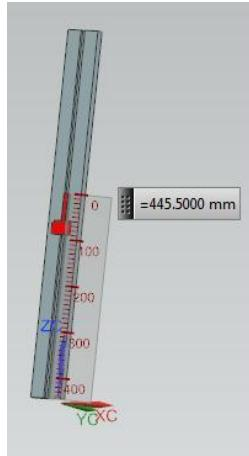

Рис.22
- Это расстояние можно рассчитать, если вы (забегая вперёд) одновременно с анимацией механизма закажите и измерение расстояния между верхней гранью красного тела, и нижней гранью серого основания (рис.22, 23). Сумма расстояний 445.5 мм и 780.3 мм и даст нам итоговое расстояние в 1225.8 мм, которое преодолеет точка начала локальной СК от места её первоначального нахождения.